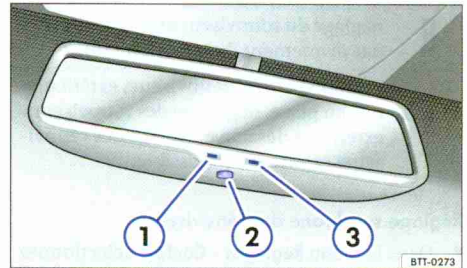

Fig. 84 Rétroviseur intérieur photosensible.
Vous pouvez activer et désactiver la position nuit automatique à l'aide de la commande située sur le rétroviseur intérieur ⇒ fig. 84 ②. Lorsque le mode